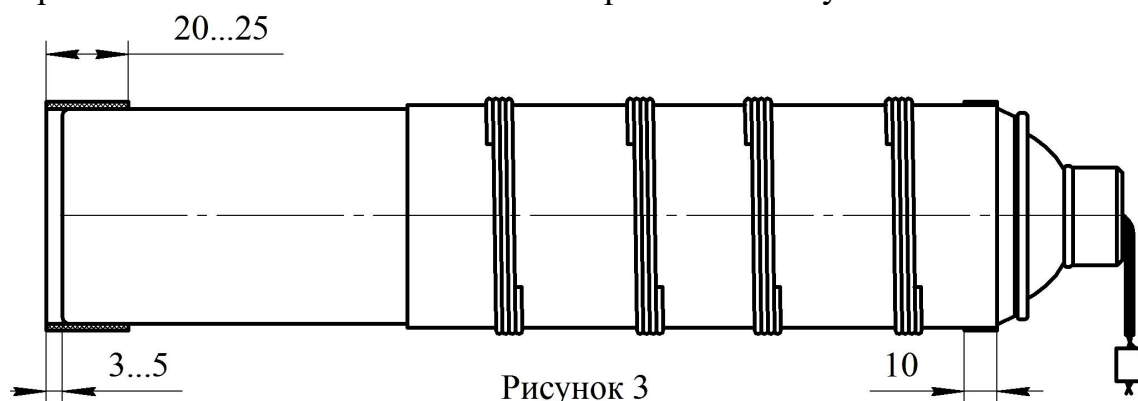

Рисунок 3
- б) верхнюю часть цилиндрической поверхности картриджей обернуть в два слоя полиэтиленовой самоклеющейся лентой шириной 10 мм (см. рисунок 3), нижнюю часть с выступанием на 3...5 мм над донной поверхностью картриджа - в пять слоев полиэтиленовой самоклеющейся лентой шириной 20...25 мм;